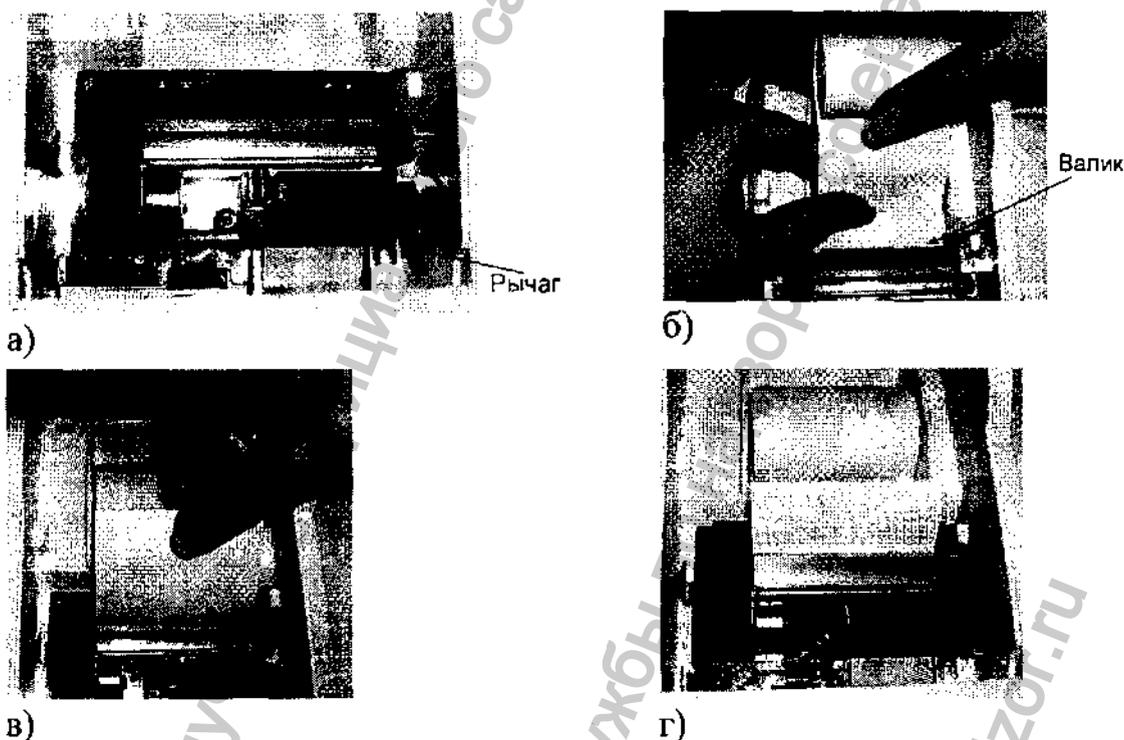

Рисунок 5 – Заправка бумаги в печатающее устройство
3) Просунуть край бумаги под валик (рисунок 5,б).
5) Вернуть рычаг в исходное положение (рисунок 5г).